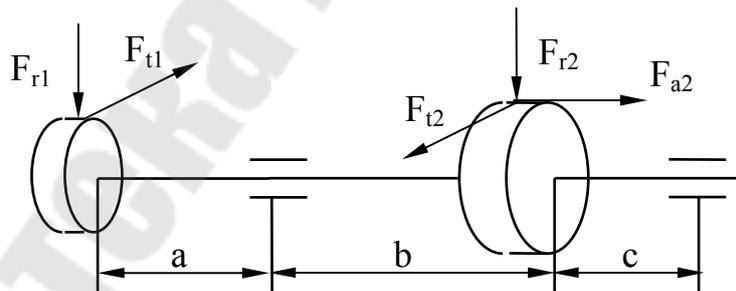

Рис. 10.4
5. Сделать уточненный расчет вала для заданной схемы (рис. 10.4), если  $F_{t1} = 1500$  Н,  $F_{r1} = 558$  Н,  $F_{t2} = 750$  Н,  $F_{r2} = 279$  Н и  $F_{a2} = 159$  Н. Исходные данные приведены в табл. 10.5